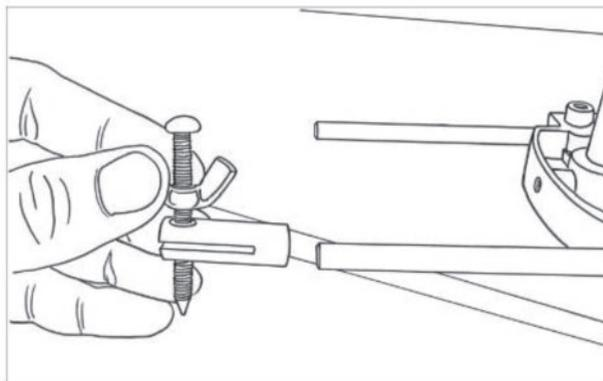

Рис. 5
2. Установите насадку циркуль на любой из стержней (Рис. 5).